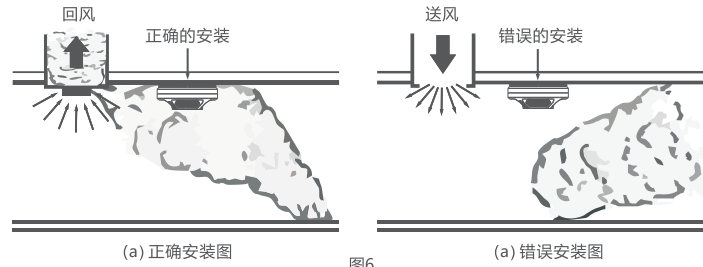

图6
- 报警器安装在具有送风和回风管路的房间时，应安装在流向回风口的气流流经路径上，如图6所示。